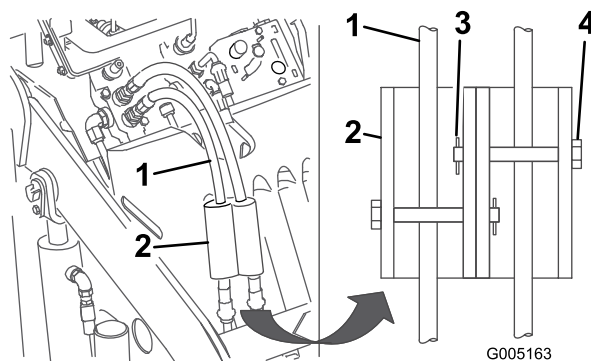

Figura 13
7. Instale los bloqueos de cilindro sobre los manguitos hidráulicos y fíjelos con los pasadores y chavetas (Figura 13).